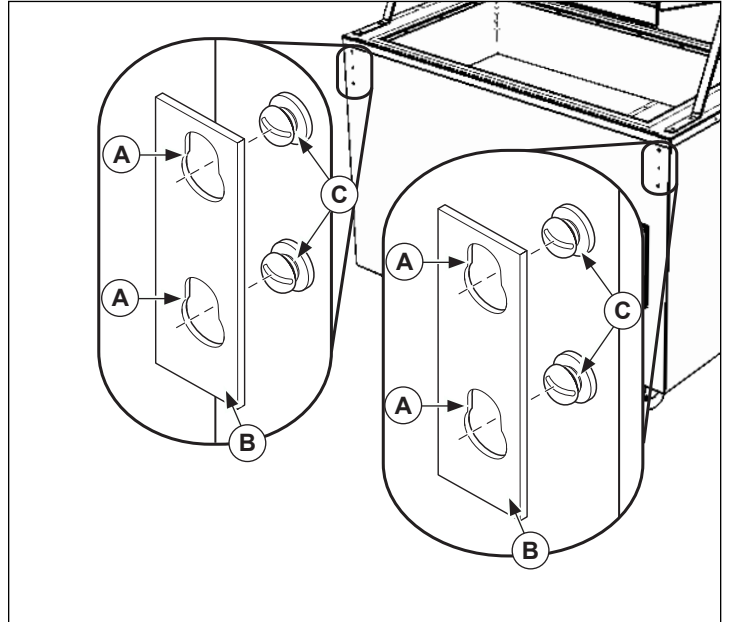

Figure 7. Retrait et installation des supports
1. Pour installer le rebord pour assiettes, la glissière à plateaux ou la planche à découper : Glissez les boutonnières (A) sur les supports (B) pardessus les vis (C). Voir la figure 7.